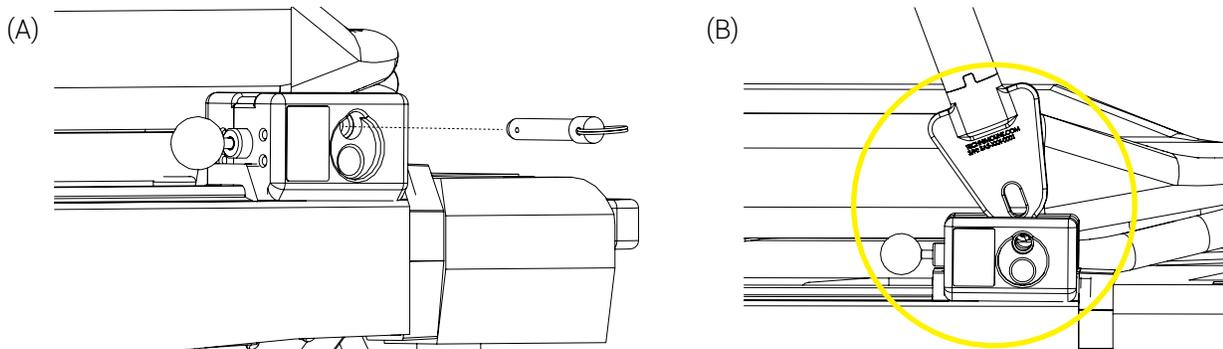

Figure 23: Installation du Safety Arm System™ 500
1. Retirer la goupille de verrouillage à l'aide de l'anneau (Figure 23 A).
2. Tirer et maintenir la goupille de sécurité (mécanisme à déclenchement rapide rouge) dans cette position, puis insérer la tête triangulaire à la base du bras dans le bloc d'ancrage (Figure 23 B).